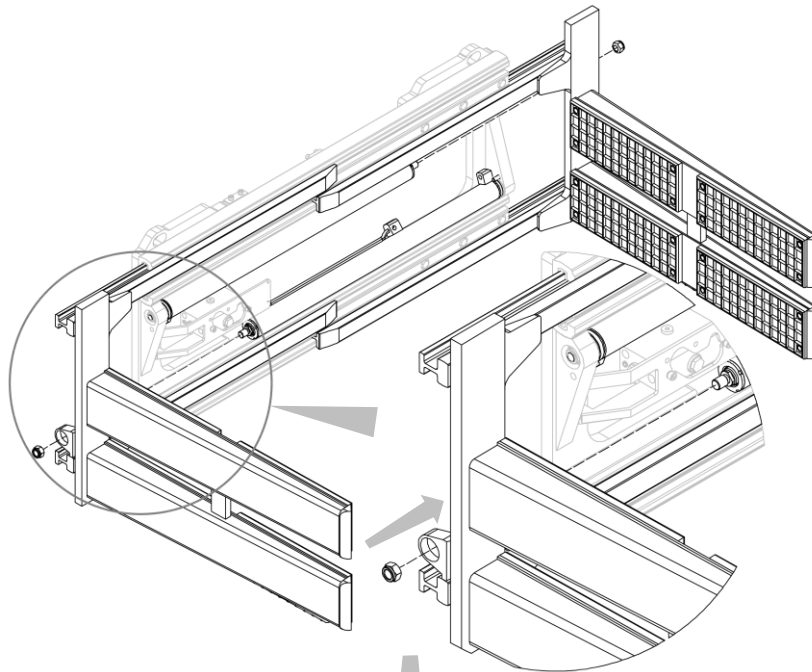
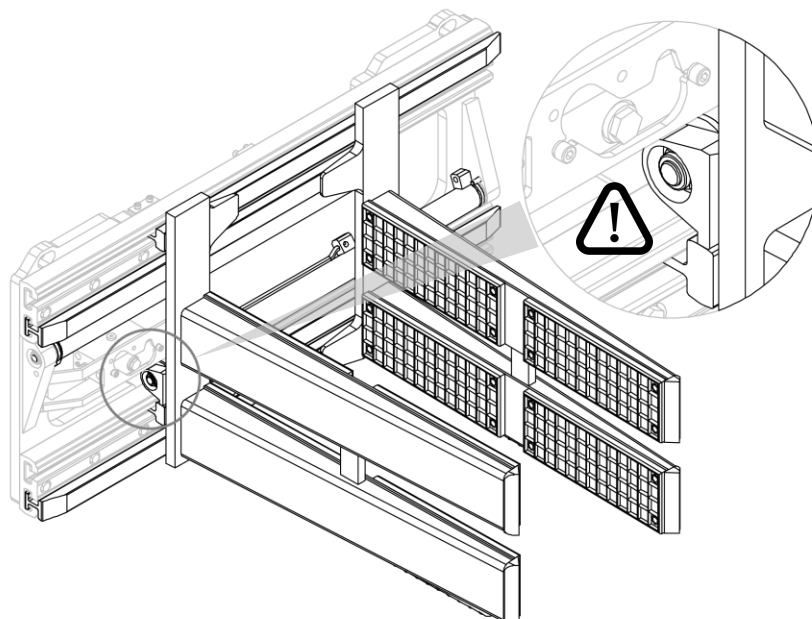

Abbildung 13
Abbildung 14
2. Schieben Sie die Gabelzinken mit den Spannbacken in ihre Aufnahmen und verschrauben Sie sie mit den Muttern an die Zylinder (siehe *Abbildung 13* und *Abbildung 14*).